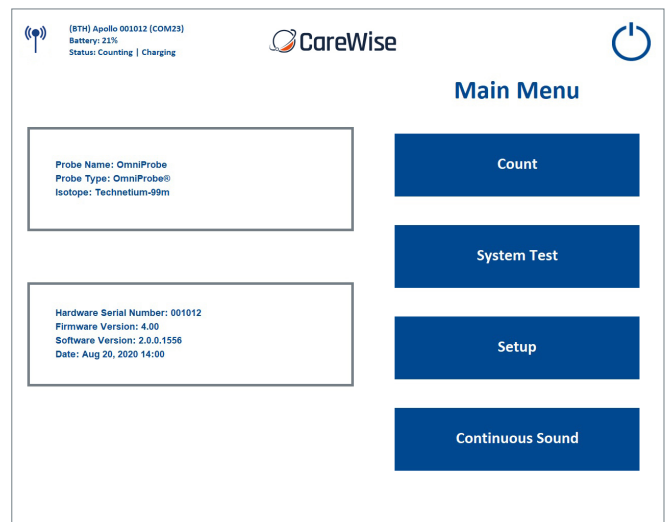
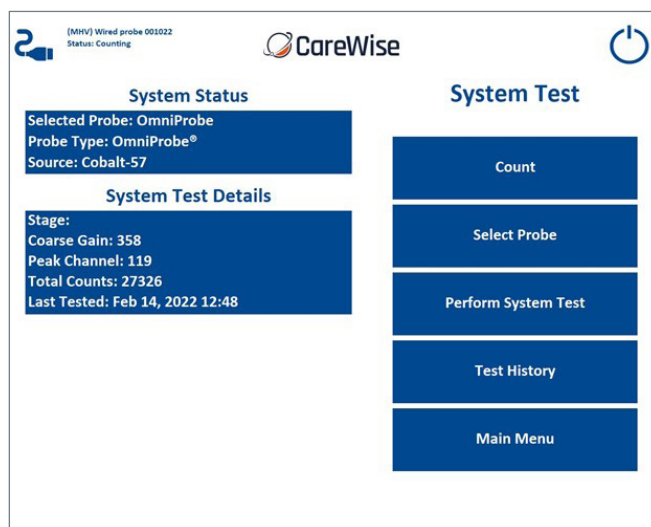

Abbildung 11 – Bildschirm „Main Menu“ (Hauptmenü)
Abbildung 12a – Bildschirm „System Test“ (Systemtest).
- (7) **Umschalten zwischen manuellem und automatischem Bereich** – Wenn die Bereichsoption [AUTO] ausgewählt ist, ändert die Software den Messbereich und die zugehörige Tonhöhe automatisch auf die optimale Einstellung für die zu diesem Zeitpunkt erfasste Menge an Radioaktivität. Der Optimierungsprozess dauert in der Regel nicht länger als fünf Sekunden.
- (8) **Schaltfläche „Main Menu“ (Hauptmenü)** – Durch Drücken dieser Schaltfläche gelangt der Benutzer zum HAUPTMENÜ [Abbildung 11], das in 2.4-6 beschrieben wird.
- (9) **Geräteabschaltung**
- (10) **Sondenverbindung** – (siehe Abschnitt 2.4-14).
Vom „Main Menu“ (Hauptmenü) [Abb. 11] aus kann der Benutzer zum Bildschirm „Count“ (Zählen) (beschrieben in 2.4-1), zum Bildschirm „System Test“ (Systemtest) (beschrieben in 2.4-7) und zum Bildschirm „Setup“ (beschrieben in 2.4-8) navigieren. Außerdem kann hier der Geräuschtyp für die hörbare Zählrate geändert und das C-Trak® Apollo-Gerät mit der Schaltfläche „Shutdown“ (herunterfahren) ausgeschaltet werden (beschrieben in 2.4-13).
Auf dem Bildschirm „System Test“ (Systemtest) [Abbildung 12a], den Sie über das Hauptmenü [Abbildung 11] erreichen, kann der Benutzer alle Funktionen des Apollo-Geräts kalibrieren und testen. Wird SYSTEM TEST gedrückt, kalibriert und testet das Apollo-Gerät das System.